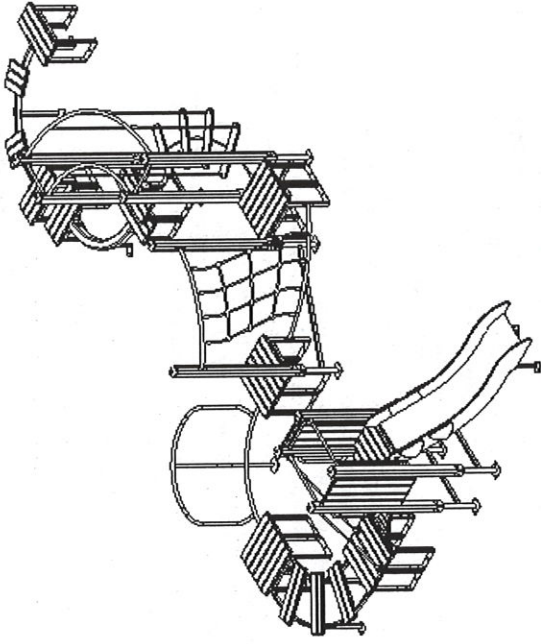

Рисунок 1 – Общий вид изделия
- 4.1 Изделие поставляется в сборе (см. рисунок 1).